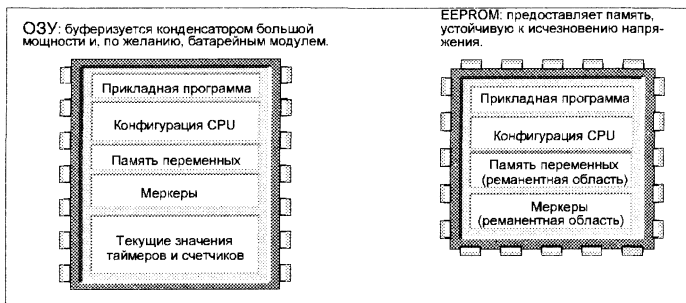

Рис. 2.9
- CPU имеет EEPROM, в котором можно постоянно хранить всю программу, некоторые области данных и данные о конфигурации CPU (рис.2.9).